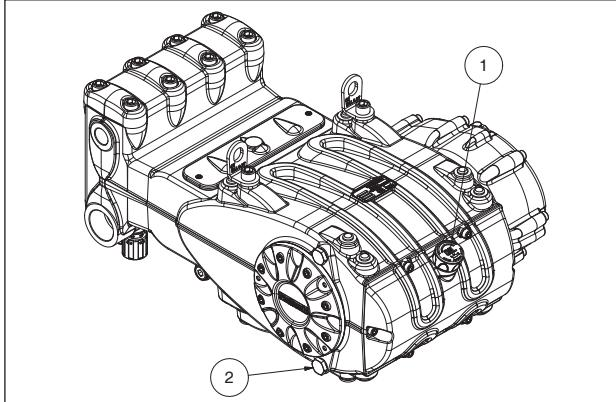

Abb. 1
Zum Ablassen des Öls müssen entfernt werden: der Öleinfüllverschluss Pos. ①, Abb. 1 und anschließend der Ablassverschluss Pos. ②, Abb. 1.